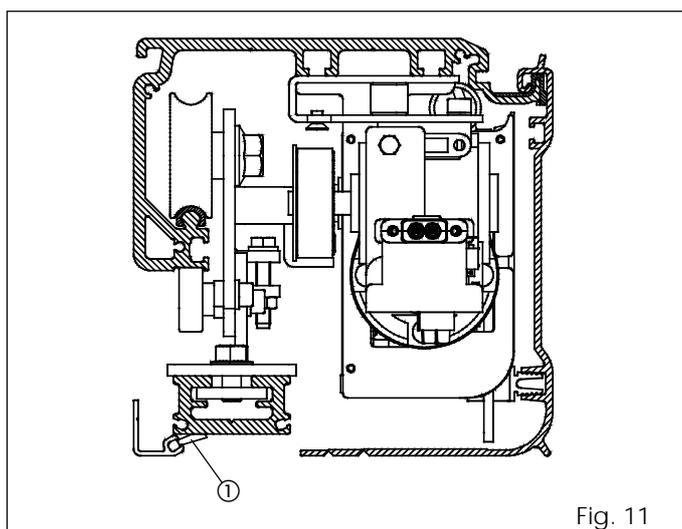

Fig. 11
ATTENTION: monter la brosse (accessoire fig. 11 réf. ①) dans le profilé de fermeture avant le montage.